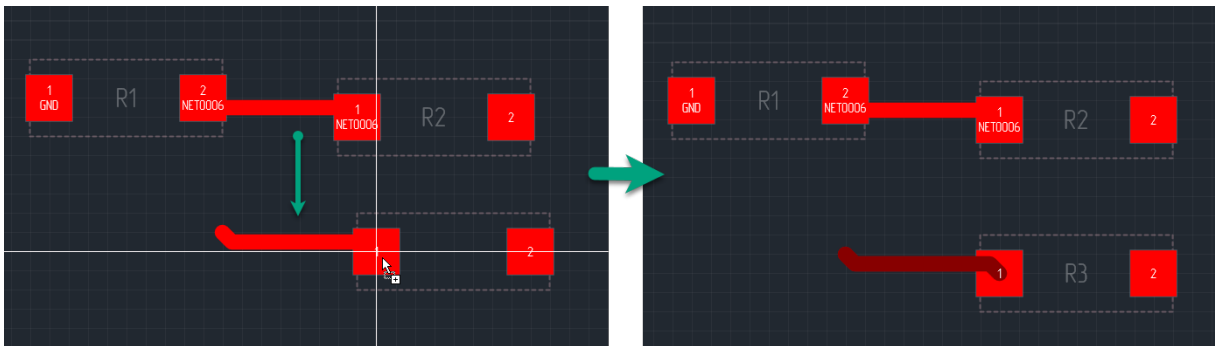

Рис. 379 Ошибка при размещении копии
**Пример!** Если копируется компонент «R1», к которому подключена цепь «NET0006» и для копии поставлен в соответствие компонент «R2», к которому в списке соединений соответствует цепь «NET0006», то копия трека, будет соответствовать цепи «NET0006», см. Рис. 379.
В процессе копирования нескольких соединенных между собой компонентов возможна ситуация, когда назначенные для копии треков цепи будут не соответствовать списку соединений. Это возможно, когда исходные компоненты соединены между собой, а компоненты, которые соответствуют копиям, не входят в состав одной цепи. В этом случае копии треков будут обозначаться темным цветом, указывая на ошибку, так как в проекте не существует цепи, которая соединяет выводы размещенных компонентов, см. Рис. 379.